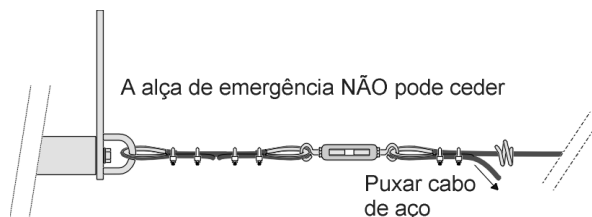

Fig. 8 – Ajuste do esticamento do cabo de aço
- 6.4 O ajuste do esticamento do cabo de aço deve ser feito conforme mostrado na fig. 8. Usando a ponta de cabo cujos cliques ficaram frouxos (ver item 6.3), deve-se puxar o cabo de aço até deslocar totalmente a alça de detecção de cabo frouxo (força ~ 49 N +/-5N), mas sem que a alça de emergência seja deslocada. Em seguida, prende-se firmemente estes cliques.